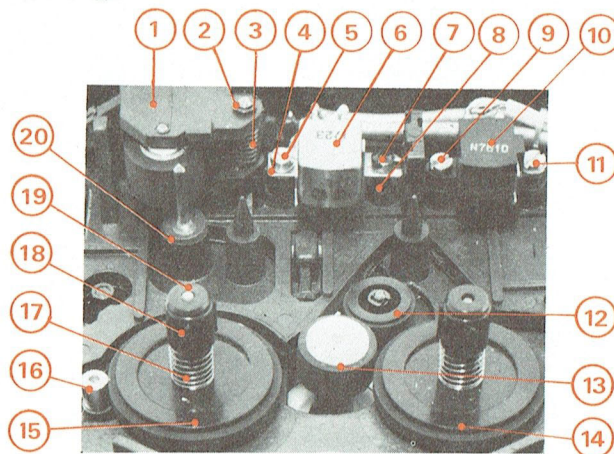
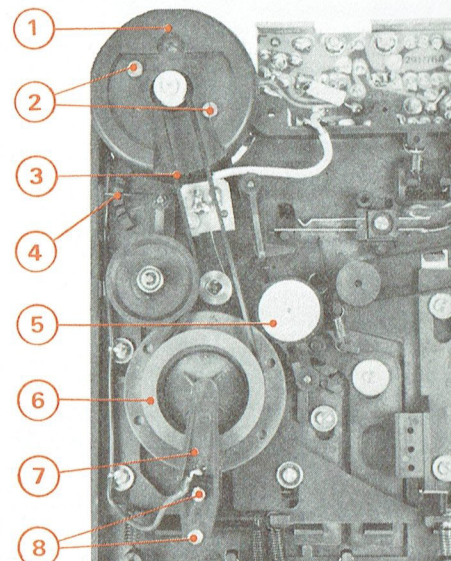

Fig. 7
Fig. 8
K - DEPOSE DES PORTE-BOBINES (Fig. 7)
L - DEPOSE DES TETES D'ENREGISTREMENT-LECTURE ET EFFACEMENT (Fig. 7)
M - DEPOSE DU GALET PRESSEUR (Fig. 7)
N - DEPOSE DU VOLANT (Fig. 7 et 8)
- 2° - Enlever la rondelle plastique (20) (Fig. 7).
- 3° - Dévisser et enlever les vis (8) puis retirer le support de volant (7) (Fig. 8).
- 4° - Tirer et déposer le volant (6) (Fig. 8).
O - DEPOSE DU MOTEUR (Fig. 8)
1° - Couple d'entraînement en fonction lecture (Fig. 7)
2° - Couple d'entraînement en fonction défilement avant rapide (Fig. 7 et 8)
- Si la valeur mesurée est en dehors des tolérances, nettoyez à l'alcool les surfaces de friction du porte-bobine (15) et de la poulie (13) (Fig. 7), du volant (6) et de la poulie (5) (Fig. 8).
3° - Couple d'entraînement en fonction défilement arrière rapide (Fig. 7 et 8)
- Si la valeur mesurée est en dehors des tolérances, nettoyez à l'alcool les surfaces de friction du porte-bobine (14) et des poulies (12) et (13) (Fig. 7), du volant (6) et de la poulie (5) (Fig. 8).